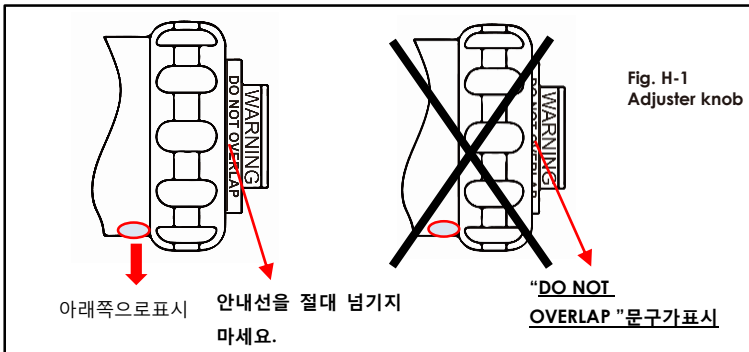

Fig. H-1
- 조절 노브를 조정 후 표시는 항상 아래 방향이어야 합니다. (Fig. H-1)